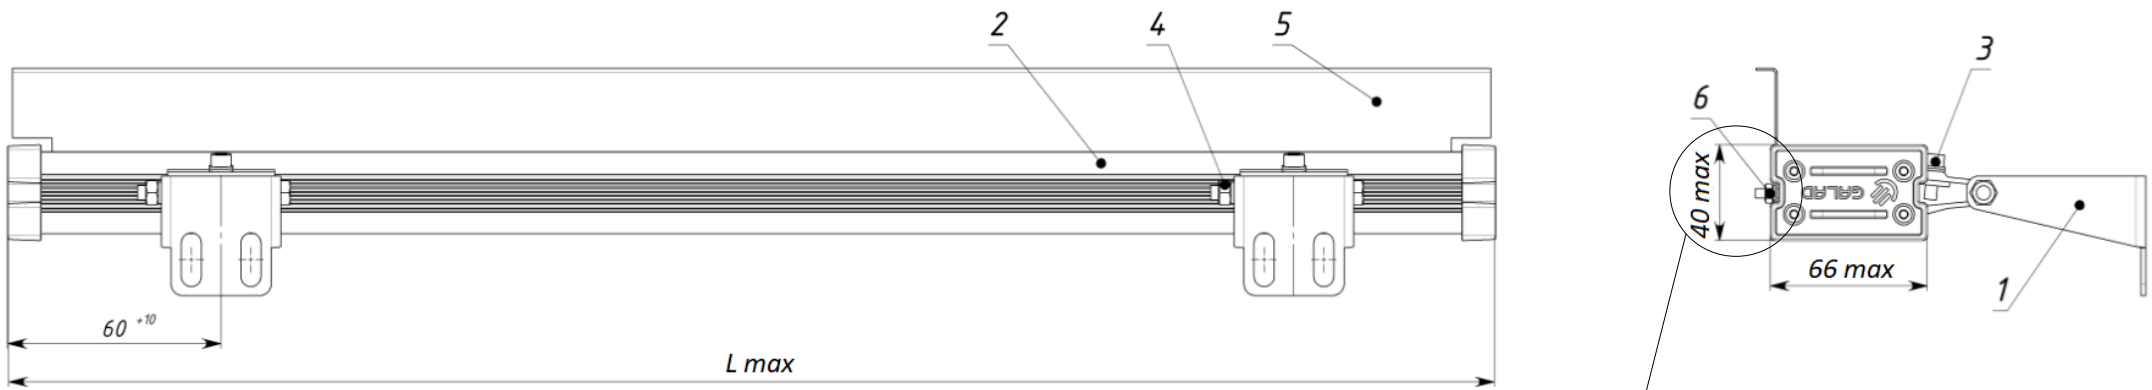

Рис. 1
1.1 Светильник GALAD Bera LED со светодиодными источниками света (рис. 1) устанавливается на горизонтальную, вертикальную или наклонную поверхности и предназначен для освещения рекламных щитов, архитектурного освещения фасадов зданий, памятников и т.п.
6.1 Для установки узлов подвеса на корпус светильника необходимо на кронштейне узла (1) ослабить винт (3). Не открывая крышек корпуса светильника, установить кронштейн (1) в пазы корпуса (2), для этого: расположить кронштейн винтом в сторону стекла, вставить противоположный от винта выступ кронштейна в паз корпуса и, нажав на кронштейн, вставить второй выступ в паз. Разместить кронштейны (рис. 1), закрепить на корпусе винтами (3) и затянуть с усилием не более 2,0 – 2,5 Н·м. Экран (5) (при наличии) закрепить на кронштейнах (6) согласно рис. 1, вставить кронштейн в паз на корпусе, повернуть его по часовой стрелке до упора, затянуть гайки с усилием 2,5-3,0 Н·м.